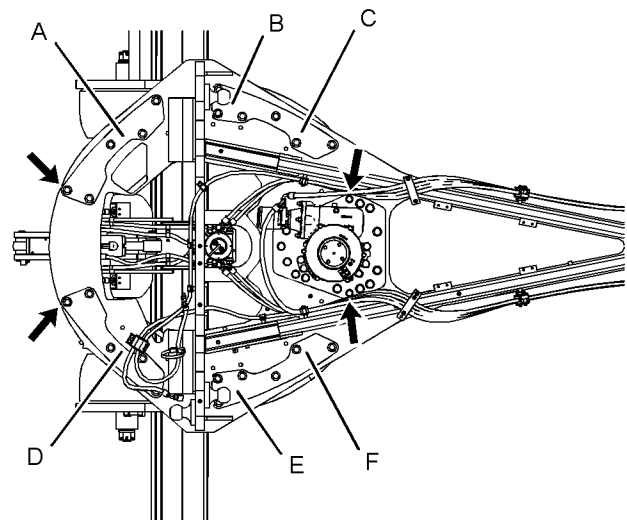

Ilustración 186
5. Vuelva a instalar dos pernos en la barra de tiro sin las planchas retenedoras. Quite los dos pernos de empuje ubicados cerca del mando del círculo. Reinstale los pernos de empuje en la barra de tiro (7) sin los espaciadores. Consulte las ubicaciones correctas en la ilustración 186. Esto asegura que el círculo de la hoja (6) se asiente apropiadamente en las zapatas del círculo.
6. Quite los calces (3), las planchas espaciadoras (4) y las bandas de desgaste de la barra de tiro (5).
8. Si se pueden volver a utilizar las bandas de desgaste, cambie la banda de desgaste (A) con la banda de desgaste (C). Cambie la banda de desgaste (D) con la banda de desgaste (F). Esto ayudará a mantener parejo el desgaste en las bandas de desgaste.